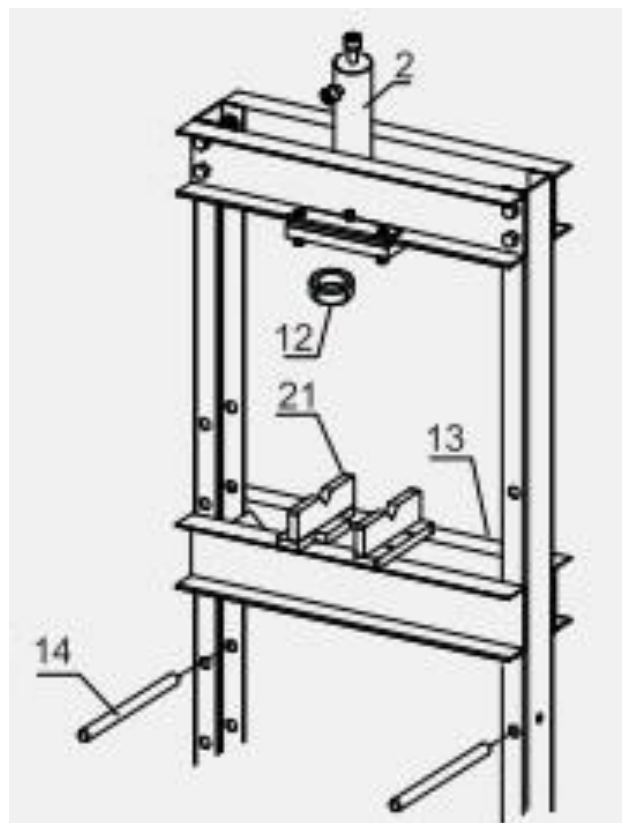

Рисунок 6.
6. Закрепите цилиндр (2) используя большую гайку (12). Вставьте оси траверсы (14) в отверстия в опорных стойках на одинаковой высоте. Поместите траверсу (13) между опорными стойками, как показано на Рисунке 6, затем опустите её на оси траверсы. Траверса должна встать горизонтально между опорными стойками. Уложите плиты-призмы (21) на траверсу. См. Рисунок 6.